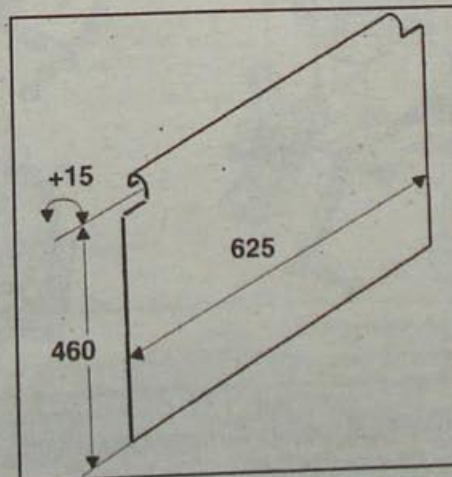

Рис. 1.53. Размеры защитного экрана радиатора системы охлаждения
- Обязательно установите на радиатор системы охлаждения защитный экран, изготовленный самостоятельно (рис. 1.53).